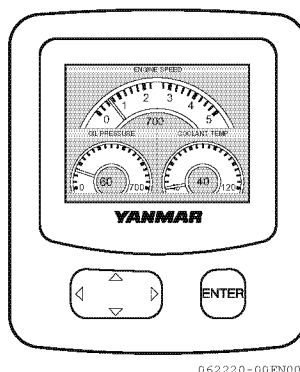

Figure 4
- Lorsque le moteur démarre, l'écran du système de pilotage affiche l'écran avec les conditions du moteur (**Figure 4**).